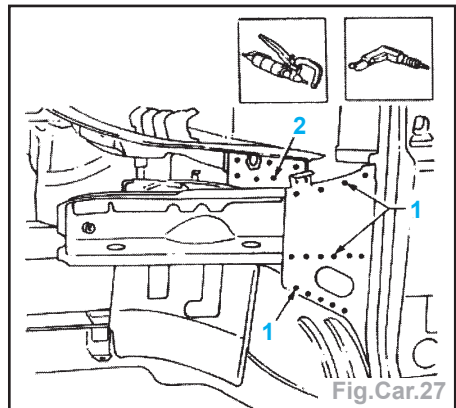

Fig.Car.27
- Dépointer à l'aide d'une fraise et d'une perceuse les points de soudure (1) (Fig. Car.27).